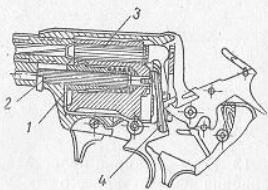

Рис. 58.
3. Вложить проверочные патроны в каморы барабана и проверить вхождение дульца патронов в устье ствола при медленном и резком взведении курка на боевой взвод нажимом на спуск курка (рис. 58).